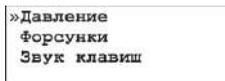

Рисунок 4.1 – Экран главного меню режима настройки
Для перехода в режим настройки (рис. 4.1) необходимо, находясь в режиме выбора форсунки, нажать клавишу .
1. В главном меню режима настройки (рис. 4.1) клавишами ,  выбрать пункт "Давление" и нажать клавишу .
1. В главном меню режима настройки (рис. 4.1) клавишами Δ , ∇ выбрать пункт "Давление" и нажать клавишу \checkmark .
1. В главном меню режима настройки (рис. 4.1) клавишами Δ , ∇ выбрать пункт "Форсунки" и нажать клавишу \checkmark .